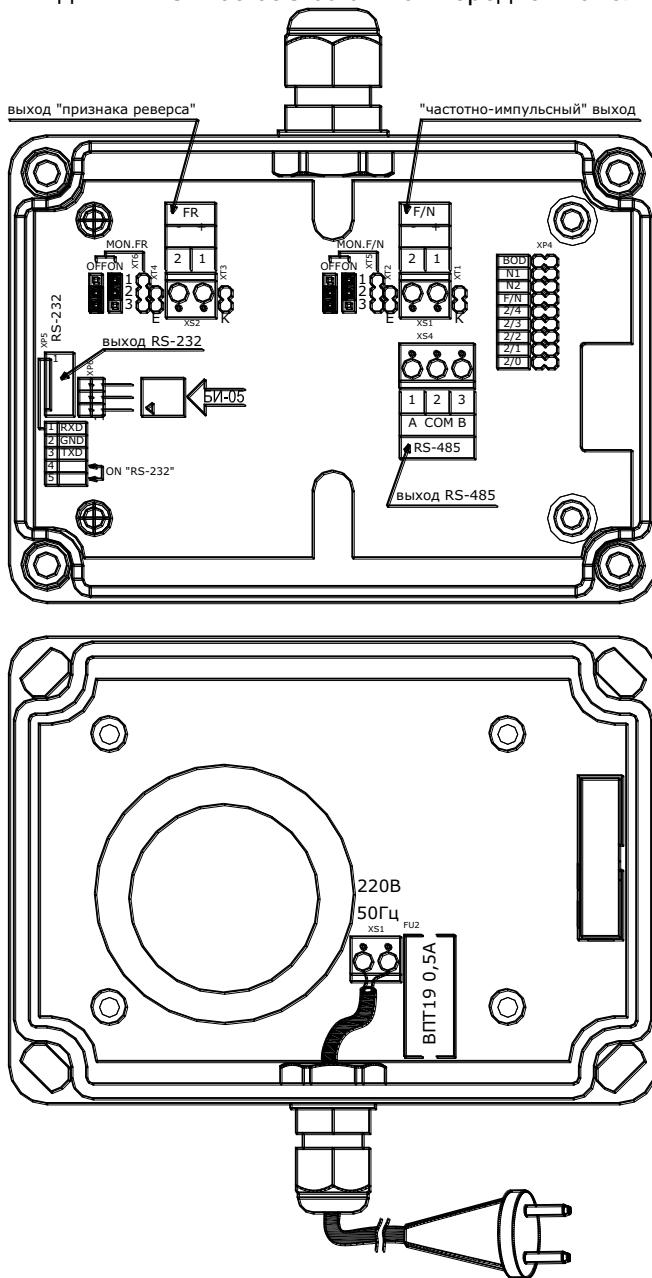

Рис. 8.7
8.5.1 Для проведения монтажа необходимо отвернуть 4 винта на передней панели ППМ и снять переднюю панель. После этого освобождается доступ к разъемам и клеммникам для подсоединения внешних цепей (см. рис. 8.7).
8.7.2 Проверить правильность монтажа электрических цепей в соответствии с рис. 8.7.
8.7.7 Для визуального просмотра измеренных параметров информация из расходомера может быть считана по последовательному интерфейсу RS-485 или RS-232C. Для работы по последовательному интерфейсу RS-485 (RS-232C) необходимо снять переднюю панель расходомера, активировать нужный тип интерфейса (RS-485 или RS-232C) и подключить к разъёму RS-485 (RS-232C) кабель для связи с периферийными устройствами: IBM совместимым компьютером, контроллером, индикатором БИ-05 и т.д. (см. рис. 8.7). При работе по интерфейсу RS-485 подключение к компьютеру следует осуществлять через интерфейсный адаптер. Скорость обмена с расходомером может принимать значения 9600 или 57600 бит/сек.
Выбор интерфейса обмена осуществляется путём установки/снятия джампера на контакты **4-5 (ON RS-232)** (поле **XP5**, см. рис. 8.7):
Осуществляется путём установки/снятия джампера **BOD** (поле **XP4**, см. рис. 8.7):
Осуществляется путём установки/снятия джампера **F/N** (поле **XP4**, см. рис. 8.7):
8.11.1 Конфигурация выходного каскада выбирается путём установки/снятия джамперов **XT1**, **XT2** на плате коммутации (см. рис. 8.7, 8.8, таблицу 8.2)
8.11.2 Конфигурация каскада сигнала признака реверса выбирается путём установки/снятия джамперов **ХТ3**, **ХТ4** на плате коммутации (см. рис. 8.7, 8.8, таблицу 8.3).
8.12.3 Установка контроля обрыва линии выходного сигнала и линии сигнала признака реверса осуществляется путём установки в требуемое положение джампера **ХТ5** (**ХТ6** для линии сигнала признака реверса) (см. рис. 8.7):
Установка сетевого адреса расходомера осуществляется путём установки/снятия джамперов **2/0...2/4** (поле **ХР4**, см. рис. 8.7). Сетевым адресом расходомера является пятибитное двоичное число. Младший разряд адреса устанавливается джампером **2/0**, старший – джампером **2/4**. «1» соответствует состояние джампера ON, «0» соответствует состояние джампера OFF.
Установка контроля обрывов и коротких замыканий в цепи возбуждения ППР расходомера осуществляется путём установки/снятия джампера **N1** (поле **XP4**, см. рис. 8.7)
- отвинтить винты на верхней крышке и снять ее (вид расходомера со снятой верхней крышкой приведен на Рис. 8.7);